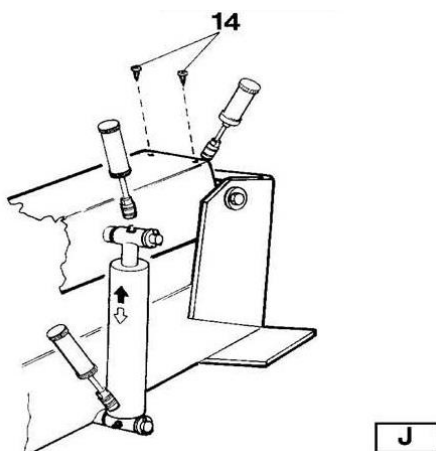

Рисунок 36
- Время от времени наносить консистентную смазку на цилиндр кронштейна и на его поворотный механизм. Наносите смазку через штуцеры (см. рис. 36).